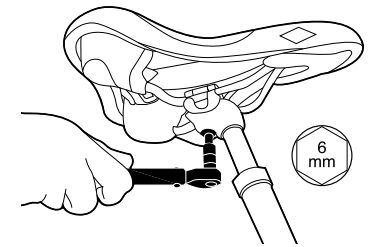

Figure 8. Serrage/Desserage vis de blocage
1. Desserrez la vis qui maintient la selle et la tige de selle à l'aide d'une clé hexagonale de 6 mm (Figure 8) afin d'obtenir un jeu suffisant pour pouvoir bouger la selle.